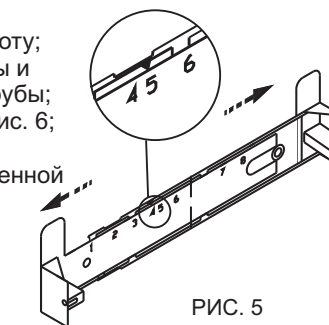

РИС. 5
- прежде чем прикрепить кронштейн к стене, необходимо выставить его на нужный размер (равный ширине верхней фальштрубы). Увеличьте размер кронштейна (если это необходимо), раздвинув его, и установите фиксатор напротив цифры 5 (см. рис. 5)